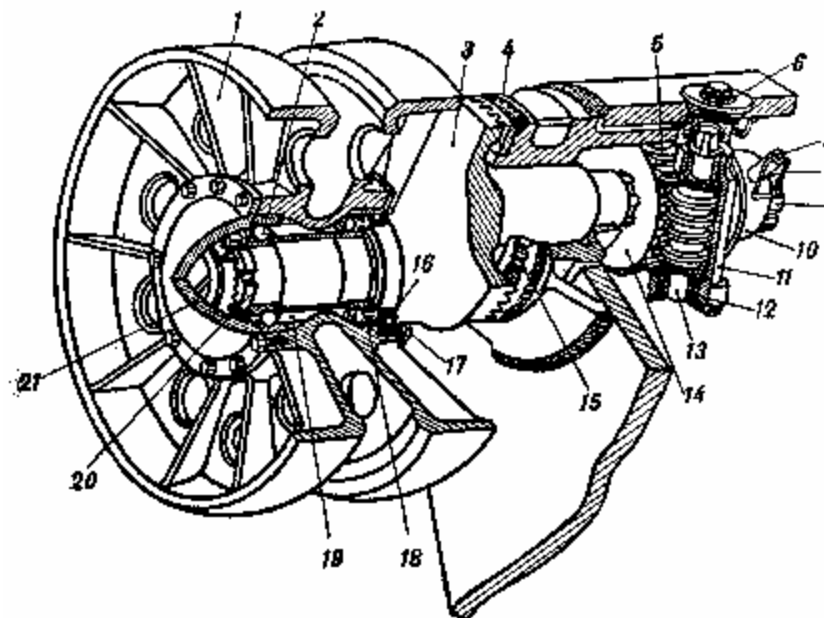

Рис. 133. Направляющее колесо (ленивец) и натяжной механизм:
Устройство направляющего механизма (рис. 133)
- 1) Запрессовать в ступицу колеса наружную обойму роликоподшипника 18 (см. рис. 133).